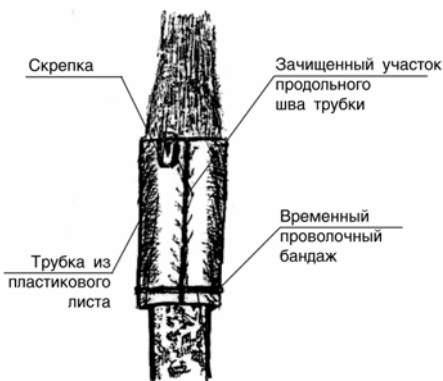

Рис. 10.5. Временное скрепление трубки бандажом
10.1.11. Для временного скрепления трубки в ее нижней части наложить временный проволочный бандаж. Сверху установить скрепку. Продольный шов по 10 мм с каждой стороны по всей длине зачистить наждачной шкуркой (рис.10.5).